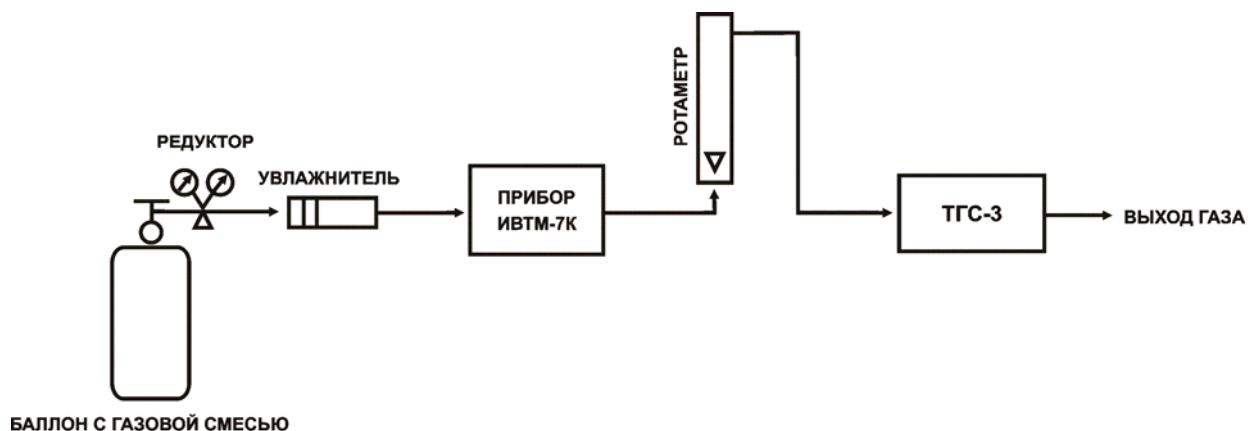

Рисунок 1 Схема подключения ТГС-3 при проведении поверки
**6.5** Собрать газовую схему в соответствии с рисунок 1 (Приложение Д). Влажность анализируемого газа должна соответствовать рабочим условиям применения прибора, т.е. находиться в диапазоне от 10 до 95% относительной влажности.
Собрать газовую схему согласно рисунок 1